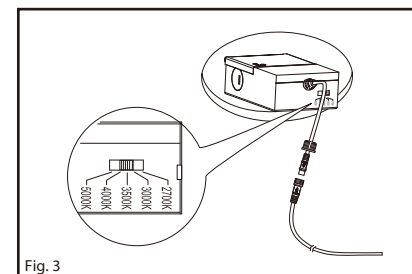

Fig. 3
5. Connectez la boîte de jonction au panneau LED encastré avec le connecteur à verrouillage rapide. (Fig. 3)
6. Déplacez le commutateur pour choisir la couleur de lumière appropriée (2700K /3000K /3500K /4000K /5000K). Placez la boîte de jonction dans le plafond à travers la découpe. (Fig. 3)